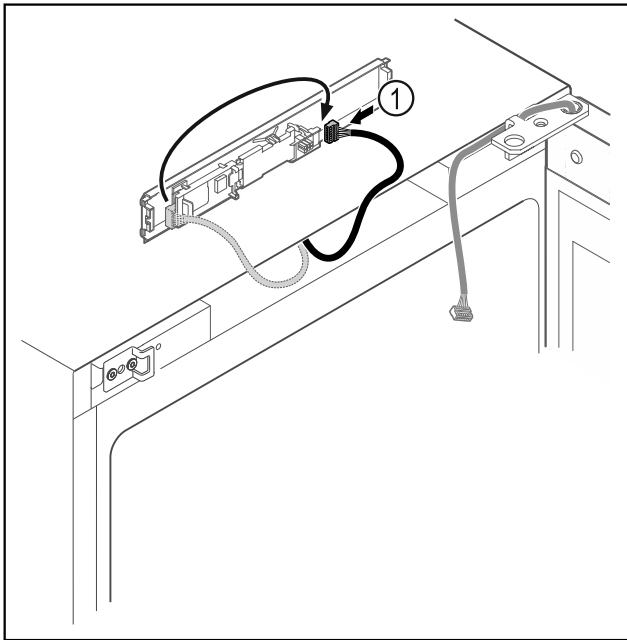

Fig. 18
- Brancher le connecteur Fig. 18 (1) de l'autre côté.